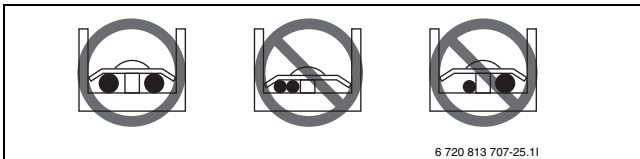

Рис. 28
- ▶ При подключении кабелей одинаковой толщины см. изображение (→ рис. 28).